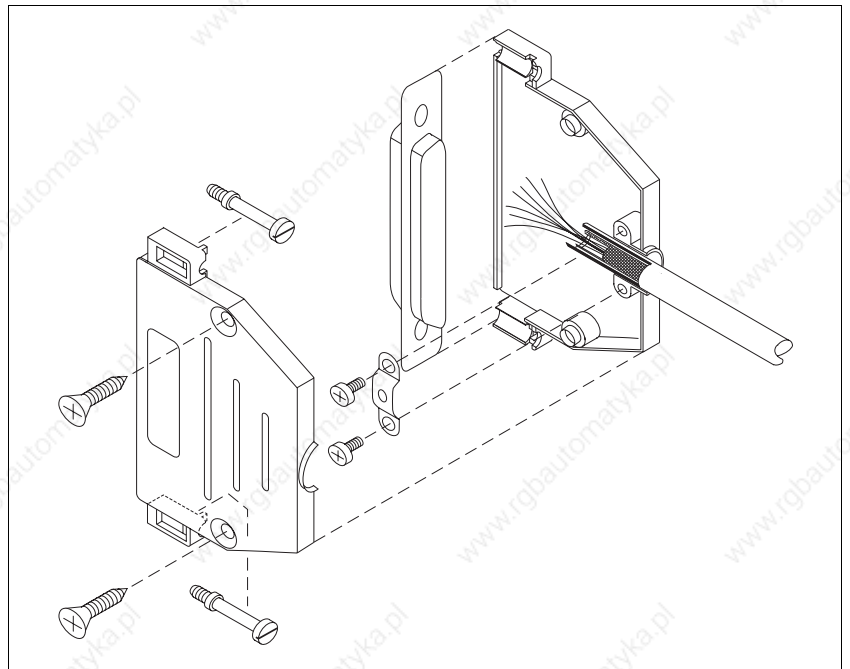

Bild 2-7 Zusammenbau Signalstecker Geräteseite
3. Zwei Gewindebolzen (Bild 2-7) in Steckergehäusehälfte einsetzen.